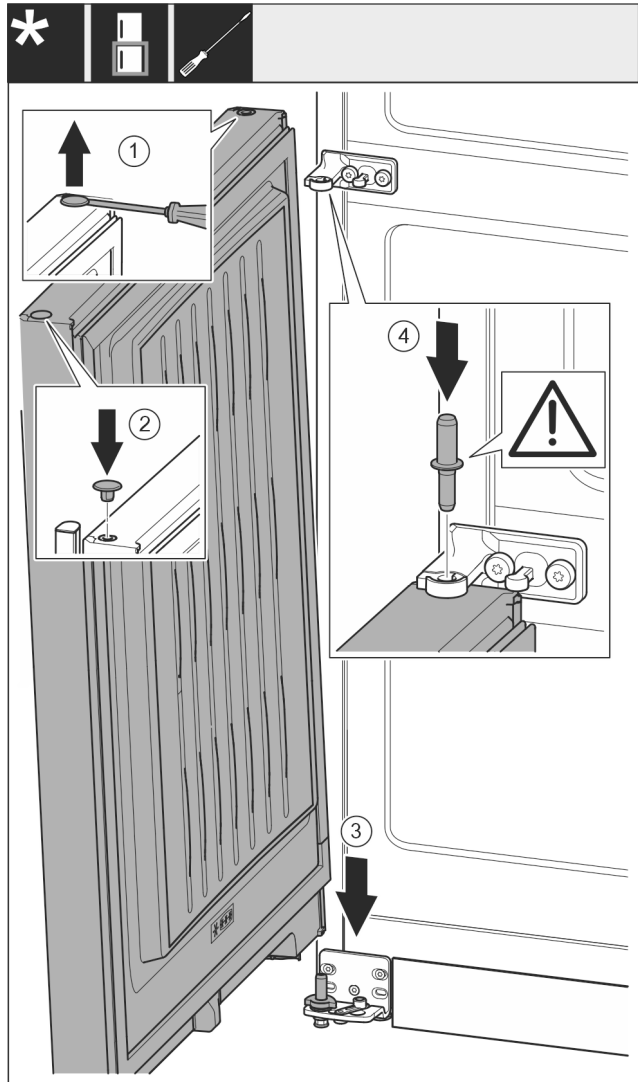

Fig. 23
- За допомогою шліцевої викрутки обережно підніміть пробку Fig. 23 (1) та витягніть її.
- Знову вставте пробку Fig. 23 (2) з іншого боку дверця.
- Встановіть дверця Fig. 23 (3) зверху на нижній опорний гвинт.
- Середній опорний гвинт Fig. 23 (4) встановіть в нижні дверця через середній опорний кронштейн. При цьому виступ фіксатора повинен бути спрямований назад.